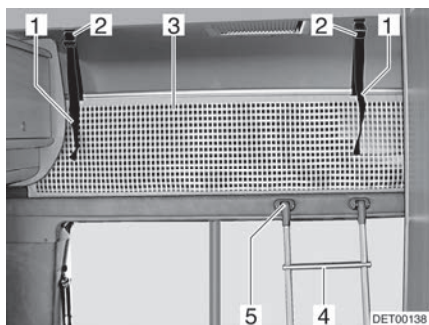

Fig. 58 Lit de capucine
Toujours monter sur le lit de capucine avec l'échelle de montée (Fig. 58,4) de série.
- Accrocher l'échelle par les longerons sur le bandeau du lit de capucine (Fig. 58,5) installé au bord du lit.
Le filet de sécurité (Fig. 58,3) de série est rangé entre le matelas et le sommier à lattes. Ne tendre le filet de sécurité qu'une fois que les personnes se trouvent dans la capucine.
- Faire s'enclencher les sangles de retenue (Fig. 58,1) dans les fixations (Fig. 58,2) au plafond.